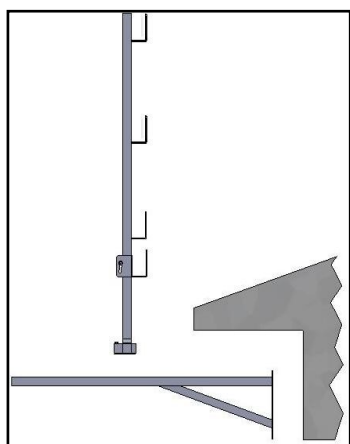

fig.4
Montaggio (fig. 4 – 5 – 6 – 7 - 8)
- Eseguire 4 fori sulla facciata dell'edificio con gli stessi interassi dei fori presenti sulla piastra e fissare la mensola del parapetto con i tasselli più idonei (fig. 4+5 a pag. 9) o con una contropiastra delle stesse dimensioni della piastra fornita con il parapetto stesso ossia 310 * 220 mm di spessore almeno 4mm e dotata degli stessi 4 fori come la piastra del parapetto stesso, tale contropiastra deve essere opportunamente vincolata alla parete esistente con 4 barre passanti filettate tipo M12 e lunghezza adeguata (vengono fornite se richieste barre della lunghezza di 70cm) e dadi e rondelle M12 classe 8.8 sia per la piastra che per la contropiastra collegati mediante una coppia di serraggio adeguata al collegamento alla struttura esistente ;